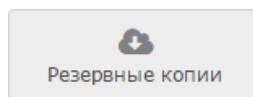

Рисунок 10.69 — Кнопка **Резервные копии**
2. В списке устройств сети выберите требуемый узел, нажмите на кнопку **Резервные копии** (рисунок 10.69).